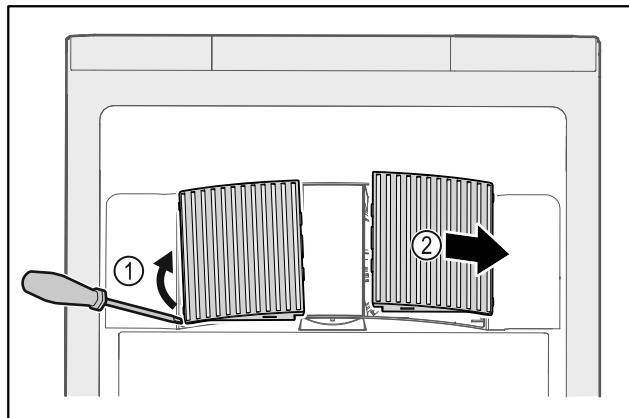

Fig. 234
- Внимателно повдигнете капациите на вентилаторите отстрани Fig. 234 (1) и ги свалете напред Fig. 234 (2).